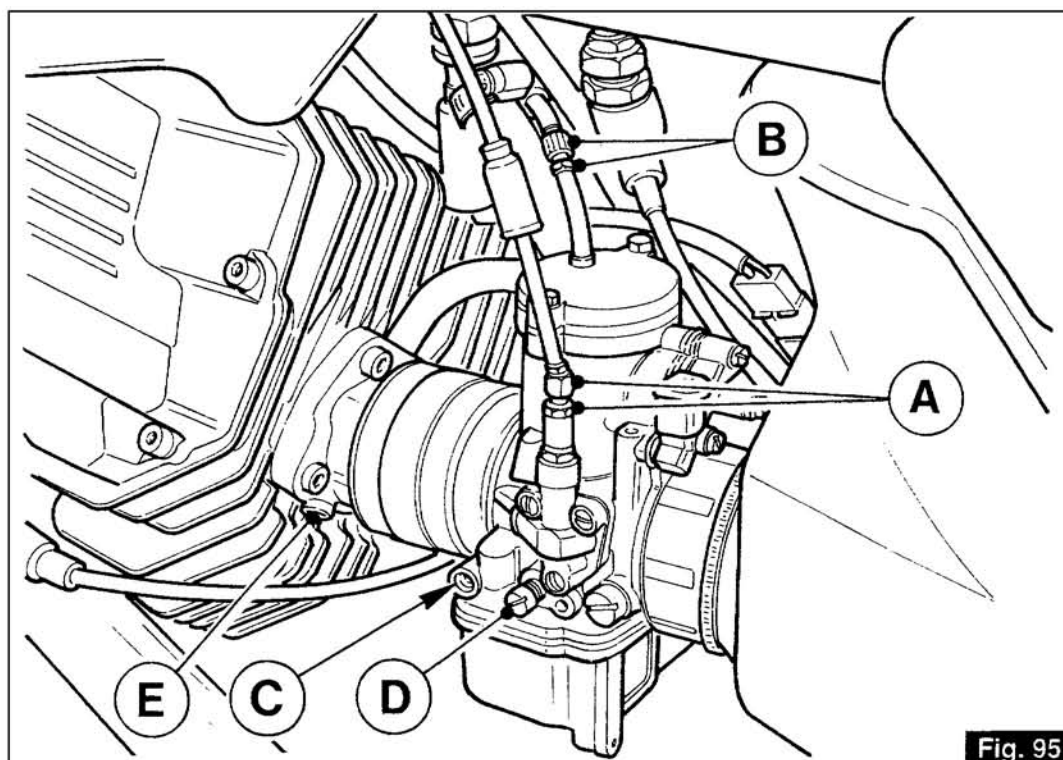

Fig. 95
11.2 CONTRÔLE CARBURATION AVEC DEPRESSIOMETRE (fig. 95)
11.2 KONTROLLE DER VERBRENNUNG MITTELS UNTERDRUCKMESSER (Abb.95)